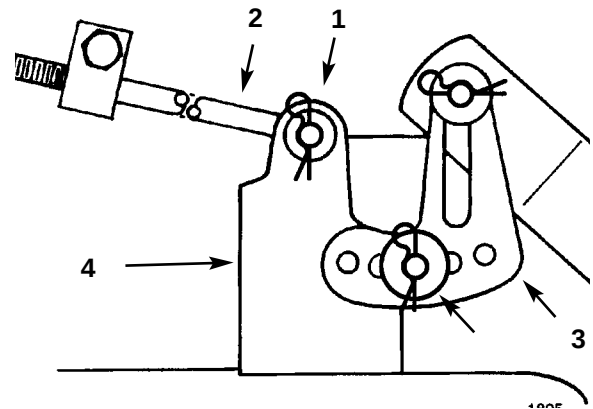

Fig. 44
7. Stik enden af den lange stang gennem hullet i klippeenhedsmonteringen (fig. 44). Montér skiven og hårnålesplitten for at fastholde stangen. Gentag dette punkt i den modsatte side af klippeenheden.
8. Montér klippeenhedens rillede indstillingsbeslag på stiftet på klippehøjdearmen (fig. 44). Montér skiven og hårnålesplitten for at fastholde klippeenheden. Gentag dette punkt i den modsatte side af klippeenheden.